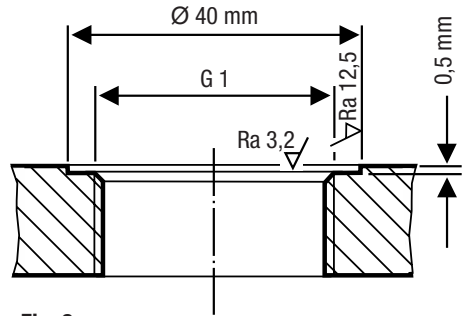

Fig. 9
- Preste atención al mecanizado técnico correcto de las superficies de estanqueidad de la tubuladura roscada del depósito o de la tapa de la brida correspondientes, véase Fig. 9.
Las superficies de estanqueidad deben estar correctamente rectificadas conforme a Fig. 9.